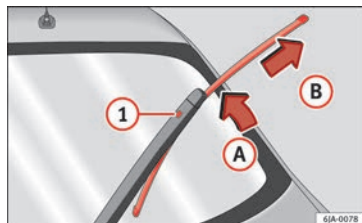

Fig. 70 Balai d'essuie-glace arrière.
- Retirez le bras d'essuie-glace arrière de la glace en déplaçant légèrement le balai d'essuie-glace dans le sens du bras d'essuie-glace – flèche **A** » fig. 70.